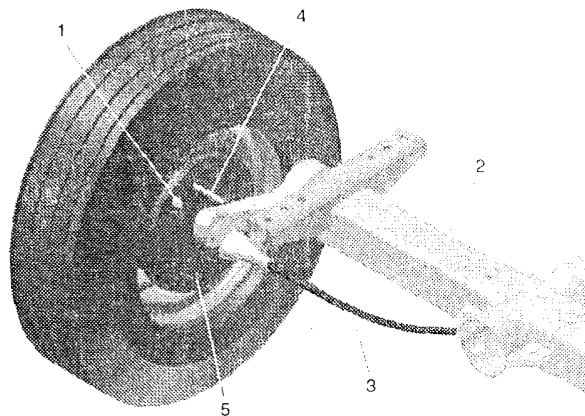

Fig. 5.5 Ajuste de las zapatas de freno
Levante y apoye el compresor. Asegúrese de que todos los frenos estén quitados, (freno de sobrevelocidad y palanca del freno de mano). Los cables de los frenos deben estar libres de tensión. Bloquee las levas pivotantes del freno de la rueda desde el exterior por medio de un pasador de Ø 4 mm (4) a través del orificio que se muestra en la Fig. 5.5.